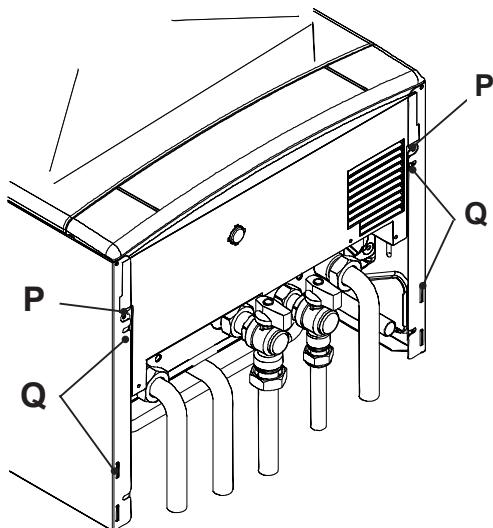

рисунок 5.19
- Отверните болты Р и ослабьте болты Q (рисунок 5.19)